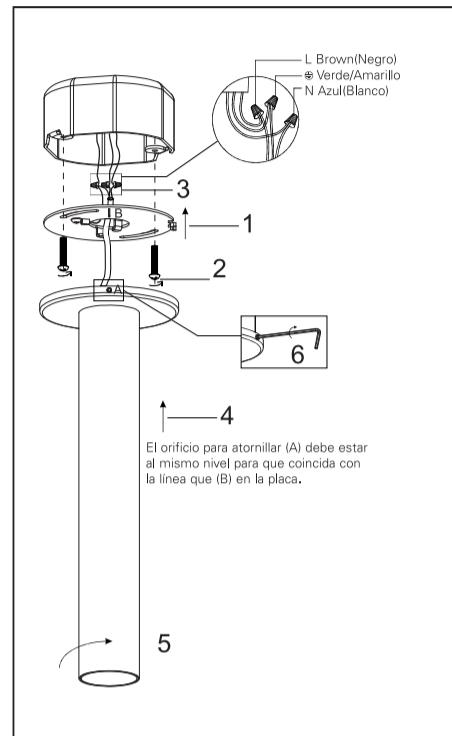

Figura 1.
3. Siga los pasos que se indican a continuación para instalar o reemplazar la bombilla. (Figura 1)